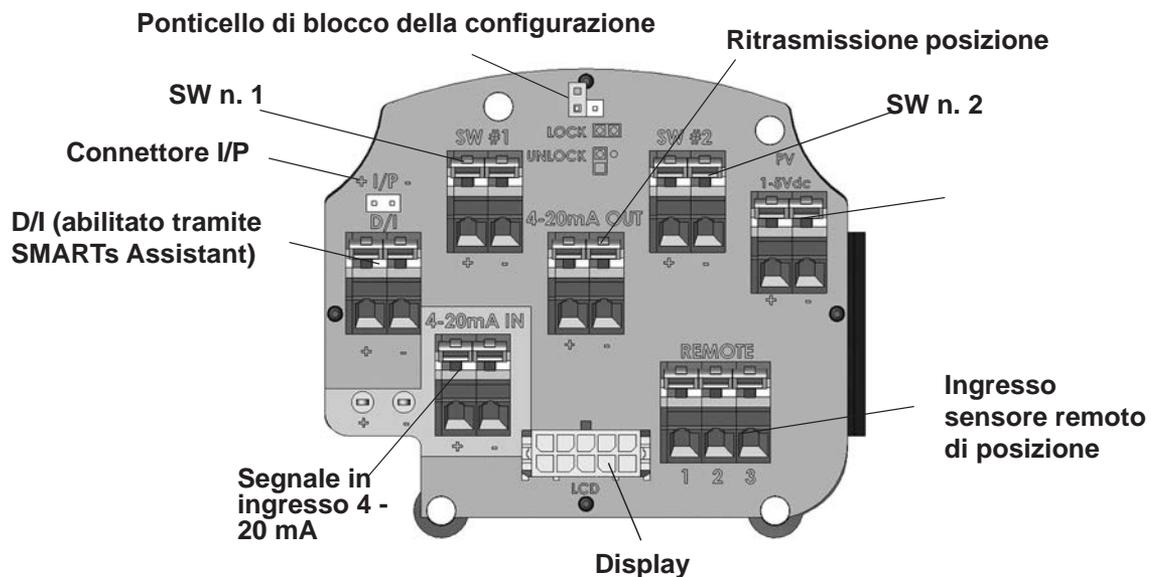

Figura 31 - Collegamenti al modulo elettronico (tramite morsettieria)
2. Collegare i terminali +/- dell'uscita da 4-20 mA al segnale di ingresso di ritrasmissione della posizione: da + a + e da - a -. Vedere la Figura 31 a pagina 64.
2. Individuare il morsetto corretto sulla morsettiera (vedere la Figura 31 a pagina 64).
1. Allentare le quattro (4) viti del coperchio e togliere il coperchio dell'unità SVI II AP.
2. Collegare i terminali +/- dell'unità SVI II AP alla sorgente di corrente. Collegare + a + e - a - (Figura 31 a pagina 64).
La sicurezza aggiuntiva viene raggiunta utilizzando il ponticello di blocco della configurazione hardware mostrato nella Figura 31 a pagina 64. Impostando in posizione di sicurezza, con cortocircuito del connettore a due pin, la configurazione e la calibrazione non sono possibili utilizzando l'interfaccia locale o eventuali strumenti di comunicazione HART®. I pulsanti, ValVue e i palmari sono bloccati, tranne che per l'esame della configurazione, della calibrazione e della posizione. Questo è simile al livello di sicurezza 1 mostrato nella tabella del livello di sicurezza con blocco dei pulsanti.